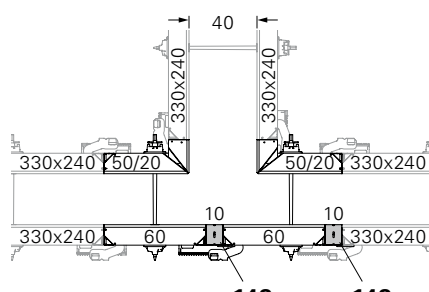

Fig. C4.07
- Wall thickness 40: Fig. C4.07